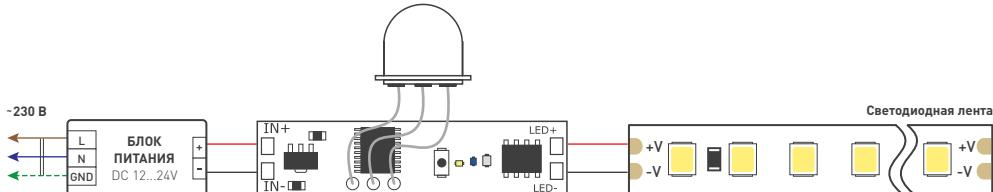

Рисунок 4. Схема подключения ИК-выключателя.
- 3.4. Подключите светоиздийную ленту к выходу ИК-выключателя, соблюдая полярность [см. Рис. 4].
- 3.5. Подключите питание ко входу ИК-выключателя, соблюдая полярность [см. Рис. 4]. Напряжение питания должно соответствовать напряжению подключенной светоиздийной ленты.